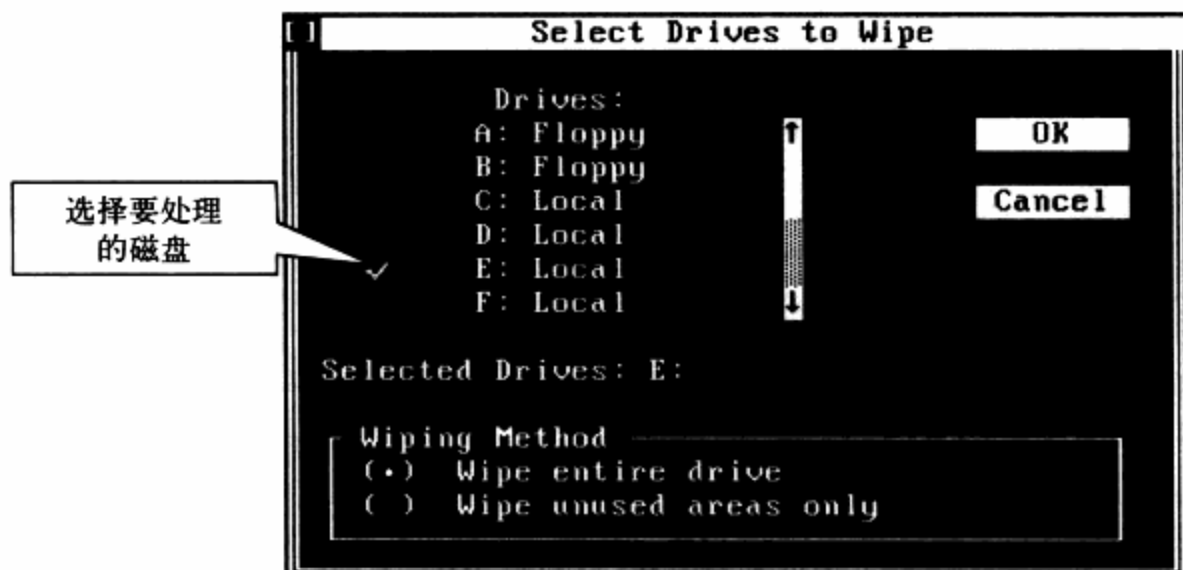

图14-11 WipeInfo的处理盘符选择框
**步骤 03** 设置完成后，选择图中的OK按钮，按Enter键，将出现如图14-11所示的盘符选择框。在该框中，移动光标到要处理的盘符处，然后用空格键，使该盘符前面出现符号“√”。
**步骤 04** 设置好擦除的盘符和擦除方式后，在图14-11中选择OK按钮，按Enter键后屏幕上将出现如图14-12所示的确认框图。